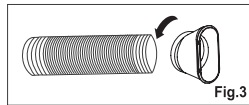

Fig.3
- 2 . Estenda o outro lado da mangueira e aparafuse-a na saída da mangueira (fig.3).